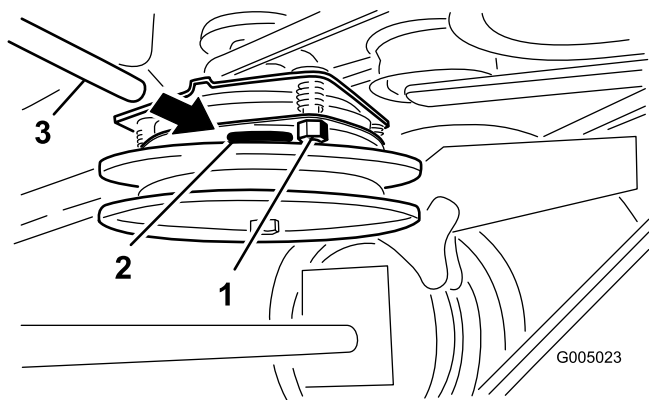

Bild 36
2. Ziehen Sie die Sicherungsmuttern fest, bis die Fühlerlehre etwas fest sitzt, jedoch leicht bewegt werden kann (Bild 36).